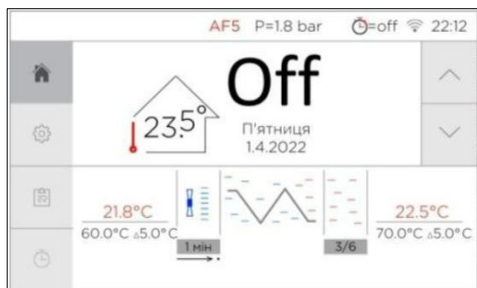

Abbildung 14.22 – Starten der Pumpe mit AF5
14.1. Wenn die Funktion die Pumpe einschaltet, wird diese Beschriftung rot, wie in Abbildung 14.22 gezeigt.